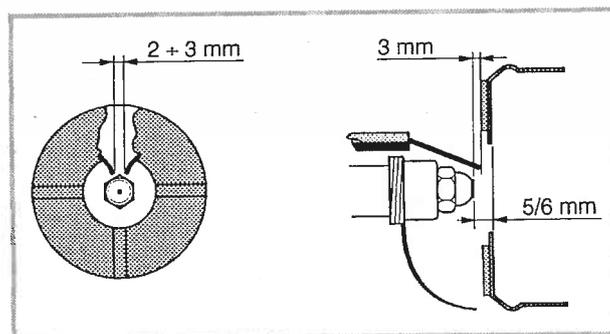

Figure 17 - Réglage des électrodes
Vérifier le centrage du gicleur ; éviter de poser les doigts sur l'orifice du gicleur (fig. 17).
- nettoyer avec précaution les électrodes et vérifier leur écartements (fig. 17, p. 10),